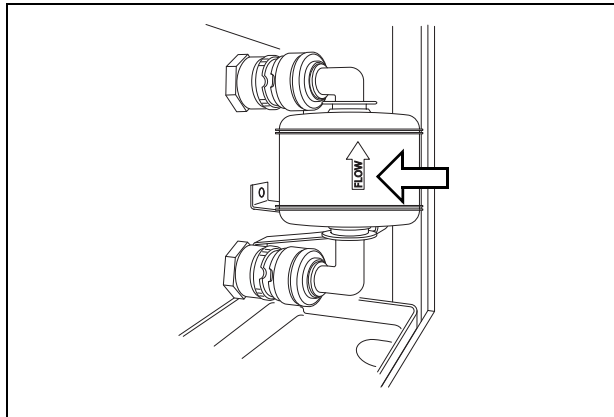

Рис. 7.45
3. Подсоедините новый воздушный фильтр в оба разъема до щелчка таким образом, чтобы указатель FLOW указывал вверх (см. Рис. 7.45).